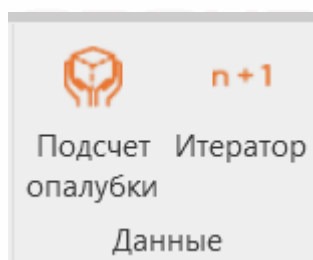

Рисунок 1. Плагин на панели «MARKS-KP»
1. Плагин «Подсчет опалубки» на вкладке «MARKS-KP» (см. Рисунок 1)